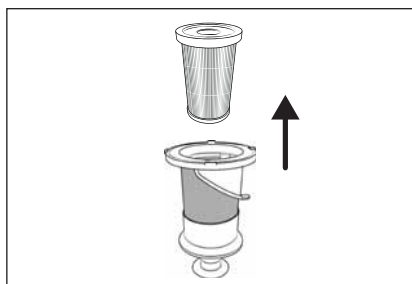

Fig. 21
- 4) Rimuovere il filtro EPA **5** dal filtro in acciaio inox **6** afferrando il filtro EPA **5** dall'apertura e tirandolo fuori dal filtro in acciaio inox **6** (vedere fig. 21).